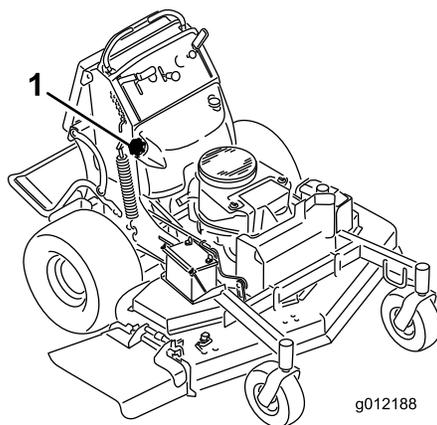

図 50
6. サイホンポンプを使って燃料タンクからガソリンを抜き出す 図 50。